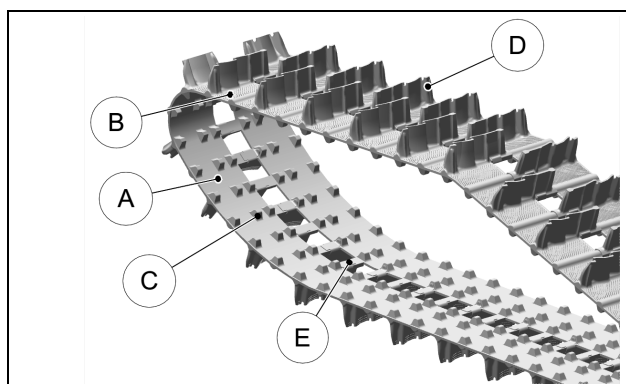

Figure 29
Vérifier l'usure de la chenille en examinant la bande de roulement intérieure (A) et extérieure (B), les dents de traction (C) et les profils (D). S'assurer de ne pas voir la structure interne de la chenille, de coupures ou d'usure. S'assurer aussi que les brides d'acier (E) ne montrent pas d'usure anormale. Voir la Figure 29.